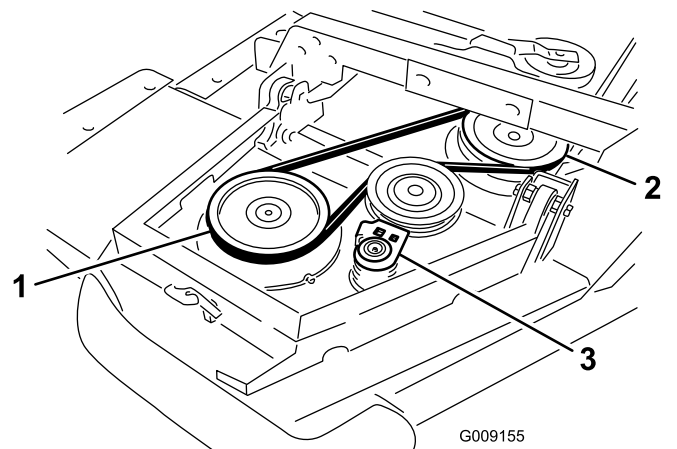

Figura 5
- A. Avviate la cinghia attorno alla puleggia del mandrino dell'aletta e alla puleggia del mandrino del piatto anteriore (Figura 5).
- B. Utilizzando una leva a cricchetto o uno strumento simile, spostate la puleggia tendicinghia lontano dalle pulegge (Figura 5).